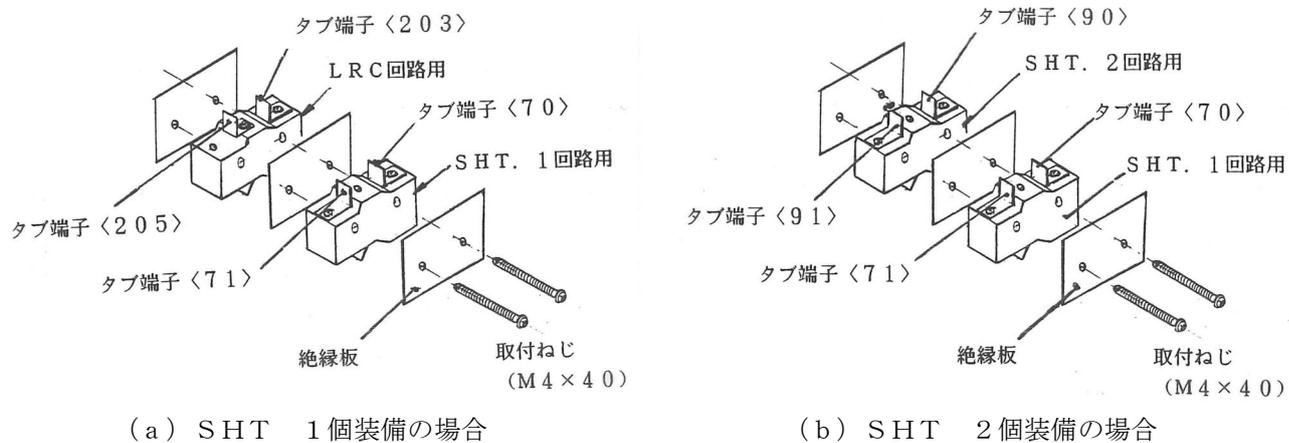
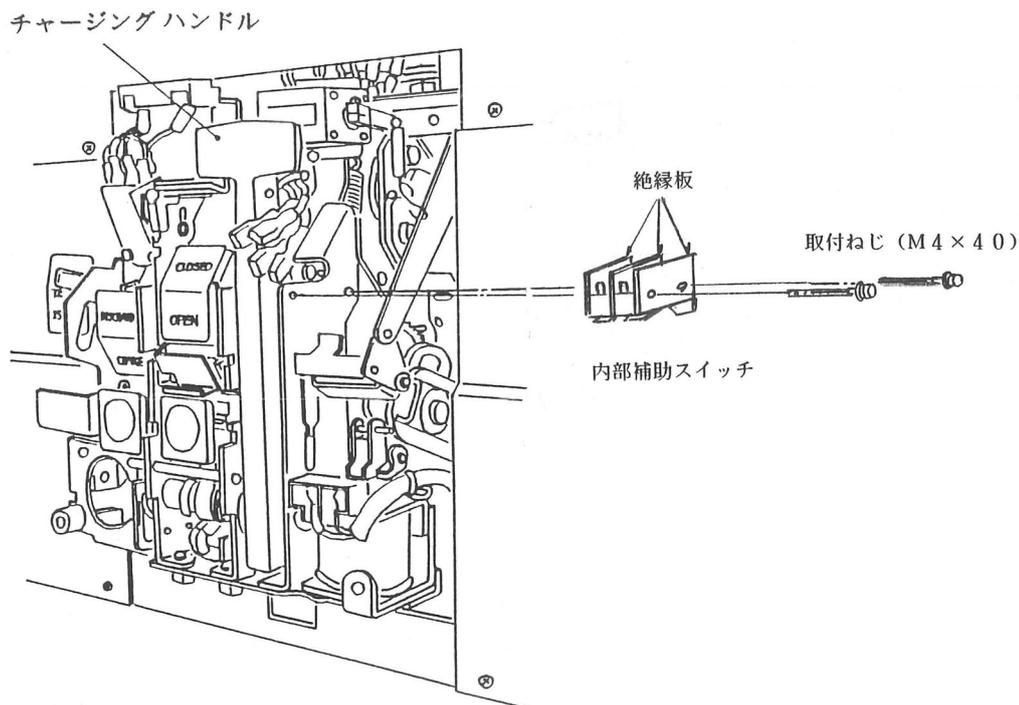

図53. 内部補助スイッチの組立
図54. 内部補助スイッチ取付図
内部補助スイッチは、2個（標準）または3個のマイクロスイッチが使用されています。正面（図54参照）のマイクロスイッチの組合せは、SHTの装備数により図53（a）または（b）となります。図53（b）の場合、LRC回路用のマイクロスイッチは遮断器内部（LRCの後部）に取付けられています。SHTの仕様を確認の上、点検、交換を行って下さい。
- 5) 図53の内部補助スイッチの組立に従って取付ねじ(M4×40)2本で絶縁板とマイクロスイッチを機構部サポートに取付けて下さい。